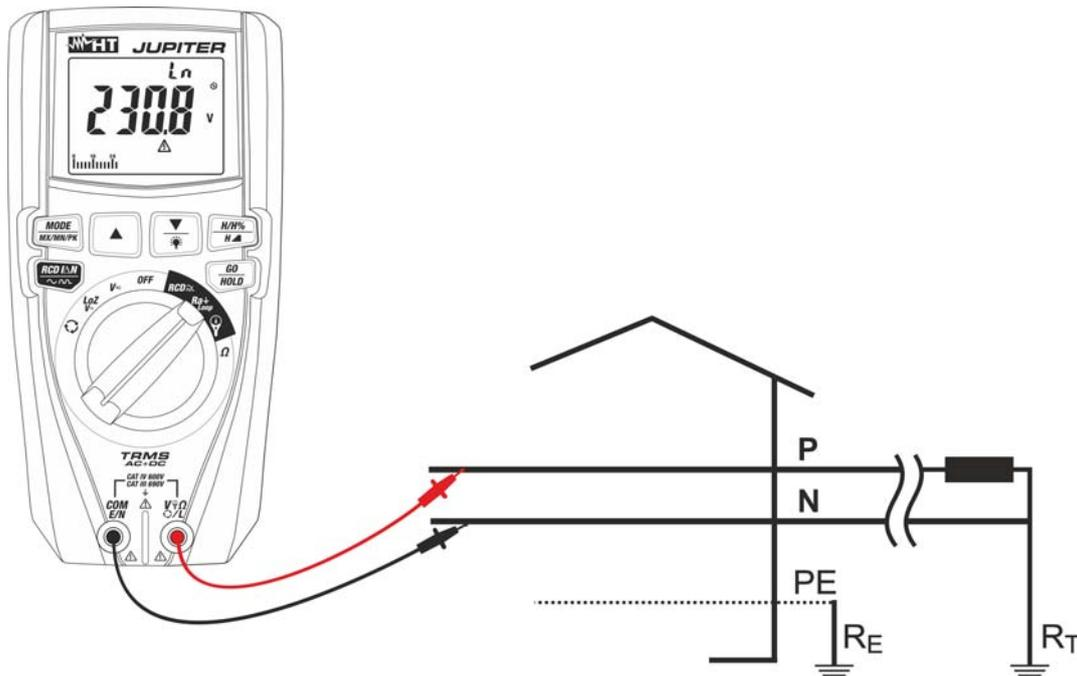

Abb. 26: Verwendung des Geräts zur Messung der Schleifenimpedanz Loop L-N mit Messleitungen
8. Zur Messung der Schleifenimpedanz L-N, falls Messleitungen benutzt werden, verbinden Sie den roten Leiter mit der Eingangsbuchse $V_{\Omega} \text{L}$ und den schwarzen Leiter mit der Eingangsbuchse **COM/E/N**, und verbinden Sie das Gerät mit dem zu messenden Kreis (siehe Abb. 26). Der Spannungswert Phase-Neutral erscheint auf dem Display.